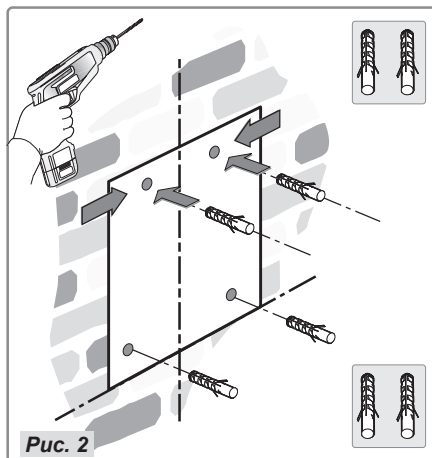

Рис. 2
– Разместите лист со схемой на стене, убедившись, что линия на чертеже совпадает с расчерченной на стене линией. Пометьте положение отверстий и просверлите их (рис. 2).